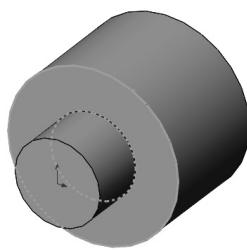

图 3-17 选择要转换实体的两个圆
- 按住 Ctrl 键, 选择要转换实体的两个圆, 如图 3-17 所示。